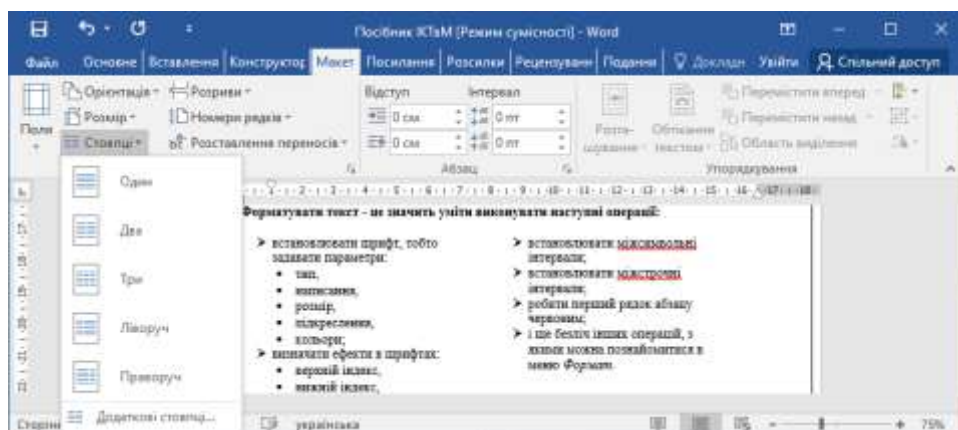

Рисунок 1.16 – Подання тексту двома стовпцями
16. Розбити останній абзац тексту на 2 стовпці. Для цього потрібно виділити абзац і вибрати кількість колонок, відкривши вкладку *Макет* (рисунок 1.16).